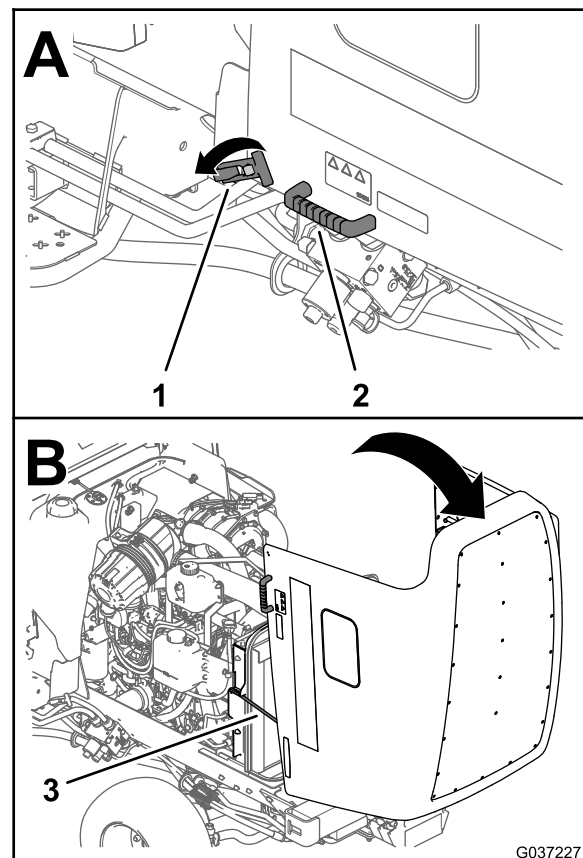

Figura 75
2. Abra los 2 cierres situados en las esquinas inferiores delanteras del capó (Figura 75).
- Usando los tiradores situados junto a los cierres, levante el capó y muévalo hacia atrás hasta que las 2 varillas queden enganchadas en los soportes (Figura 75).